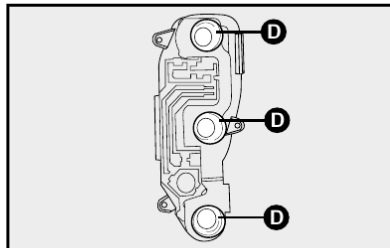

fig. 43
6) substituir a lâmpada queimada por outra do mesmo tipo **D-fig. 43** (ver tabela **fig. 24**).